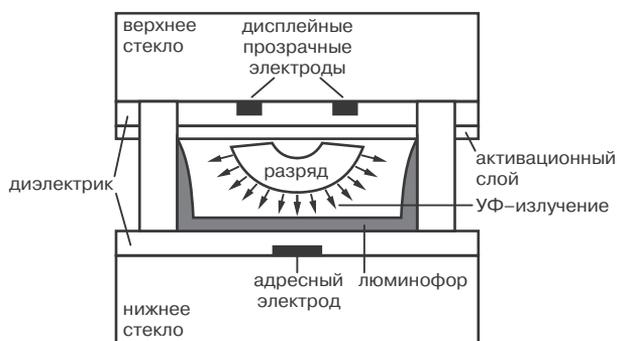

Рис. 2.23. Конструкция ячейки плазменной панели
**Плазменная панель PDP (plasma display panel)** — это матрица ячеек, заключенная между двумя стеклами. Каждая ячейка покрыта люминофором (соседние ячейки образуют триады из трех цветов — красного, зеленого и синего R, G, B) и заполнена инертным газом — неоном или ксеноном (рис. 2.23). Когда на электроды ячейки подается электрический ток, газ переходит в состояние плазмы и заставляет люминофор светиться.